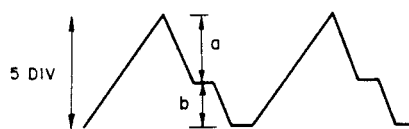

Fig. 11-3 Ajuste de la onda de diente de sierra
3. Una vez aparece la forma de onda mostrada en la Fig. 11-3 en el osciloscopio, ajustar la ganancia del osciloscopio de modo que el pico de la forma de onda de diente de sierra está en la división 5. Luego, ajustar VR1 (33-1/3 rpm) a  $a:b = 2,7:2,3$  como se muestra en la Fig. 11-3. (Tener cuidado porque el ruido se introduce con facilidad.)